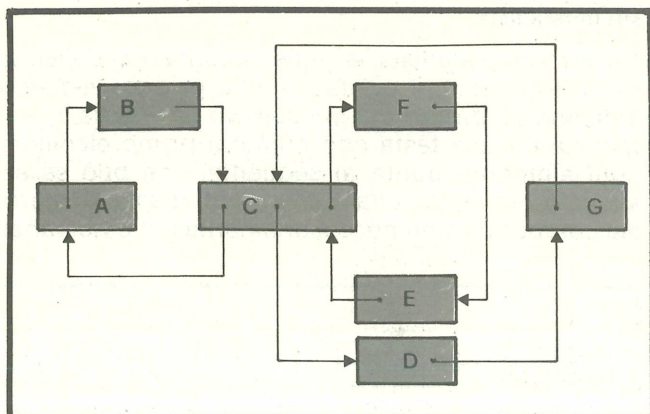

Figura 9 - Strutture ad anello.
- **Strutture ad anello:** sono un'estensione delle liste semplici, in cui l'ultimo elemento, invece di avere puntatore nullo, punta al primo elemento della lista. Permettono anche ramificazioni di una qualsiasi registrazione per individuare altri dati correlati ad essa (v. Figura 9), costruendo strutture gerarchiche. Queste strutture permettono di rappresentare relazioni complesse e la ricerca dei dati da un qualunque punto dell'archivio.